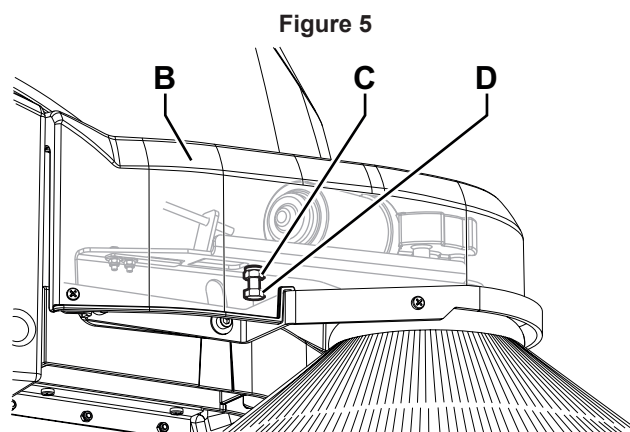

Figure 5
2. Tourner la clé de contact (2) sur «I».
3. Baisser le balai latéral au moyen du levier (12).
4. La hauteur du sol du balai latéral est correcte lorsque les poils touchent le sol pour un arc de cercle comme indiqué (A, Fig. 5).